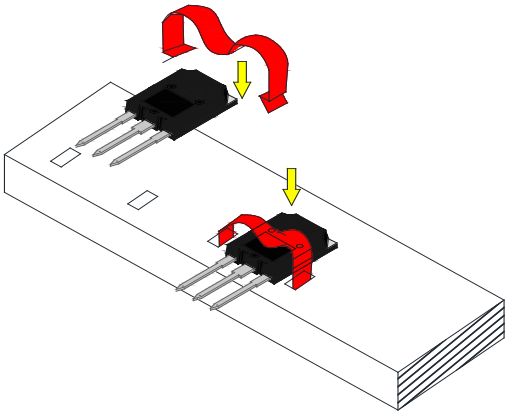

图 15 夹子压接-A
- 在散热器上打上合适的孔，使用15N~50N的弹力夹将可控硅收紧在散热板上，如下图15所示。